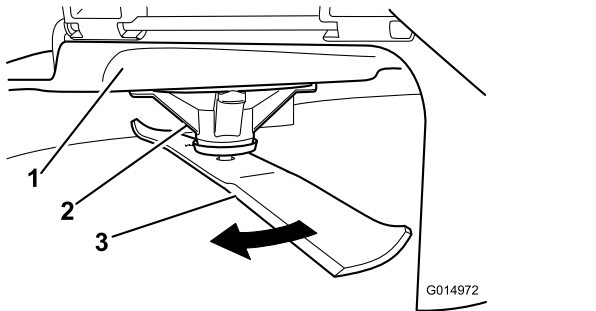

Figura 57
2. Llevando guantes fuertemente acolchados u otro tipo de protección apropiada para las manos, gire la cuchilla lentamente hasta una posición que permita medir la distancia entre el filo de corte y la superficie nivelada en la que descansa la máquina (**Figura 57**).